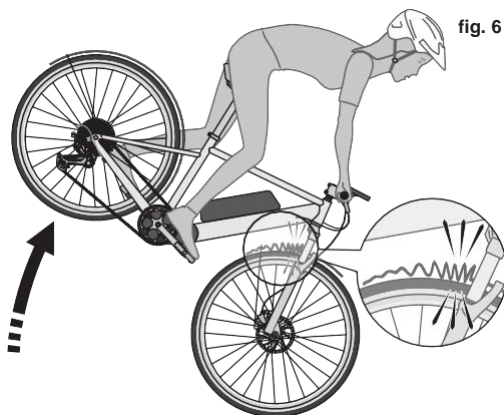

fig. 6
**AVERTISSEMENT** : Tout objet qui arrête la rotation de la roue avant de manière brusquement peut faire basculer le vélo électrique et le cycliste vers l'avant (fig. 6), ce qui peut entraîner des blessures graves, voire mortelles.